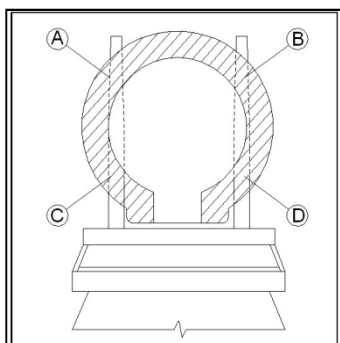
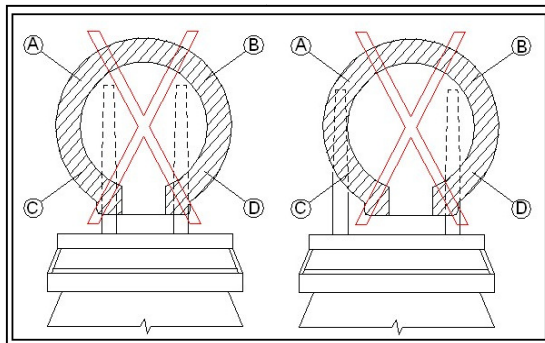

Figura 2.1
figura 2.2
- Sempre deverá estar apoiado em palete apropriado ou calços de madeira (imagem 2.5), observando que o apoio do forno está limitado a um raio de 25 cm ao contorno da base do forno, verificar figura 2.1 (certo) e figura 2.2 (errado).